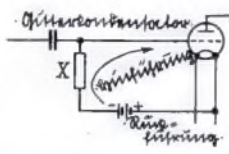

Abb. 11. Was man unter Hin- u. Rückführungsleitung im Gitterkreis versteht
Wieder müssen wir zunächst die Hin- und die Rückführungsleitung der Gitterspannung aufsuchen. Nehmen wir an, daß die Hinführung einer Gitterbatterie entnommen werde, so geht die Hinführung vom negativen Pol dieser Batterie aus und führt von dort über den Gitter-Ableitungswiderstand (X) zum Gitter der betreffenden Röhre. Die Rückführung verbindet dagegen den positiven Pol der Gitterbatterie mit dem einen Ende des Kathodenfadens. Diese Sachlage zeigt Abb. 11.